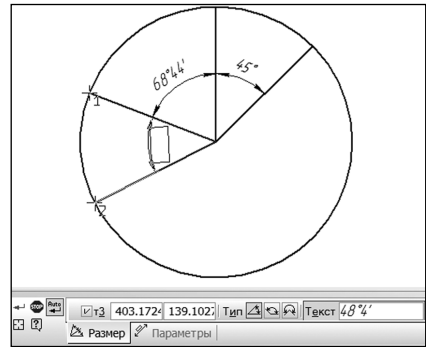

Рис. 11.27. Команда «Угловой цепной (размер)»
- кнопка **Угловой цепной**  предназначена для построения серии угловых последовательных размеров друг за другом (рис. 11.27). Для этого необходимо последовательно выбрать 2 не параллельных прямых отрезка (первый отрезок будет базой), между которыми необходимо поставить первый размер, затем выбрать тип построения и расположение размерного текста. Построение при этом не заканчивается, и программа ждет выбора еще одного не параллельного прямого отрезка (первый отрезок второго размера устанавливается в том месте, где закончился ввод предыдущего размера) для построения следующего размера. При этом можно задавать тип построения каждого размера в цепи;